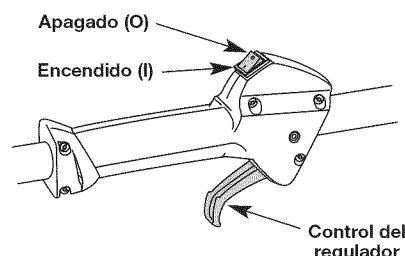

Fig. 6
**NOTA:** No hay necesidad de arrancar la unidad. El control de Encendido/Apagado está en la posición ENCENDIDO (I) en todo momento (Fig. 6).
2. Presione y mantenga oprimido el interruptor de control de Encendido y Apagado en la posición APAGADO (O) hasta que el motor se detenga por completo (Fig. 6).